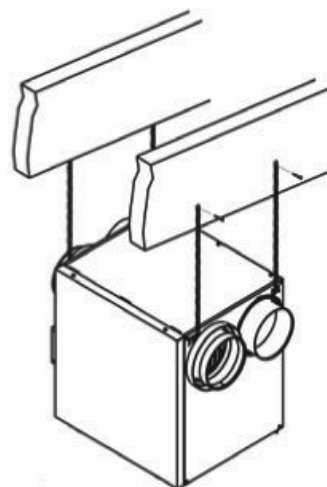

Fig. 2 – Choisir un Emplacement Adéquat pour l'Appareil
- Plier légèrement les supports sur l'appareil afin d'y insérer les chaînes incluses (Fig. 2).